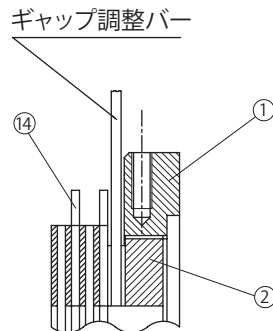

図 8-20
フィールド④側から見て左に回すとギャップが狭くなります。(図 8-20 参照)
- (4) アウターディスク⑭とセンターリング①の間には、取付ボルト③と固定ボルト①が交互に 6 本ずつ通っているため、ギャップ調整バーを回していくとそれらのボルトに当たります。ギャップ調整ネジ②には 8 等配の溝があり、ギャップ調整バーがボルトに当たるごとに(3)を繰り返して、ギャップ G を規定値に調整します。
- (5) ストッパー⑬を、規定ギャップに最も近い溝とネジ穴の点を選び取り付けてください。
- (6) ブレーキの手動解放を元の状態に復帰させた後、電源を入・切してブレーキ動作を確認してください。
- (7) ファン⑦、カバー⑧を取り付けます。この時ファンセットボルト⑩には、スリーボンド TB2365 を塗布してください。